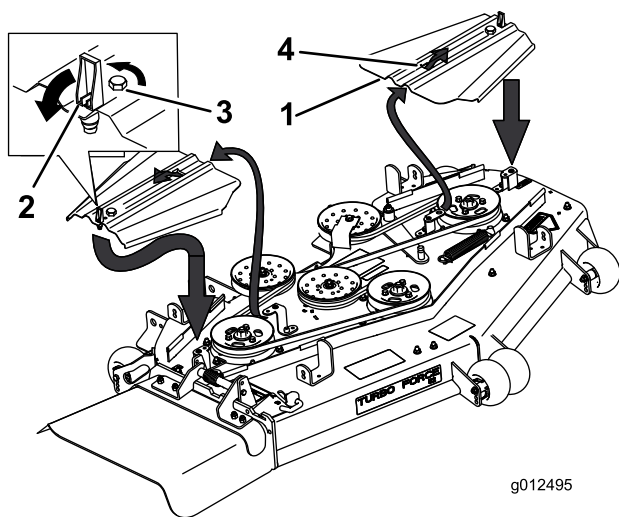

Figure 67
3. Déposez les couvercles de courroies ainsi que les boulons fixés dessus (Figure 67).
9. Posez les couvercles en les insérant dans la languette, vissez les boulons en place et fermez les fixations (Figure 67).